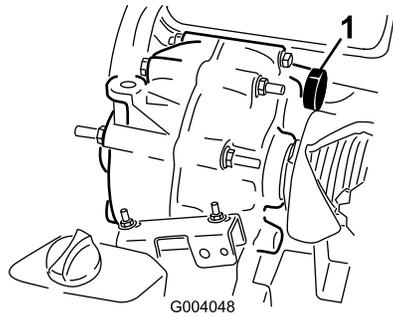

Bild 47
7. Füllen Sie den Behälter (Bild 47) über das Füllschraubenloch mit ca. 1,4 l Öl der angegebenen Ölsorte oder bis der Ölstand im